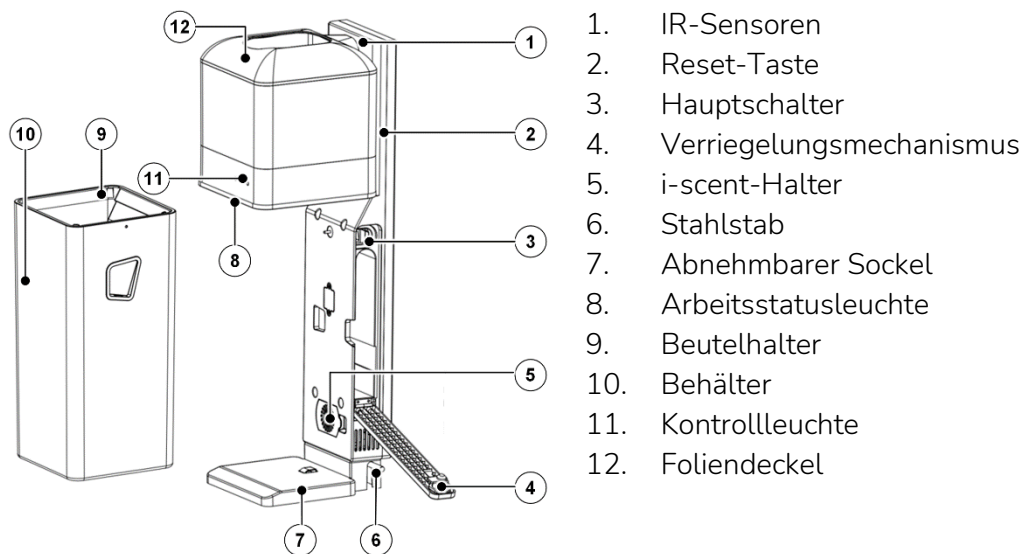

Abbildung 3
- Der untere Teil, der Behälter, siehe Abbildung 3.